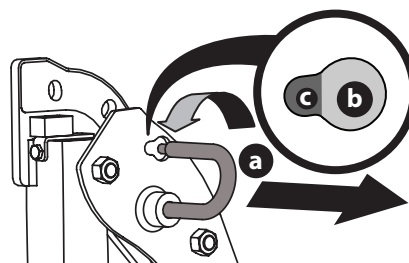

Figure 4
1. Tirez légèrement sur la partie supérieure de la SPRC pour relâcher la tension sur la goupille de verrouillage (a) et faites pivoter la goupille de verrouillage (a) de la position VERROUILLÉE (b) à la position RÉGLAGE (c) (Figure 4). Répétez la procédure pour la goupille de verrouillage du côté opposé.